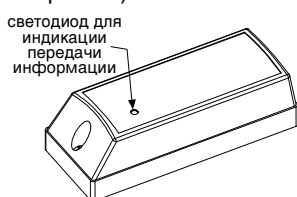

Рис. 6 - МСТ-550
- E.** Отогните фиксатор платы и отсоедините плату от основания корпуса (рис.6).